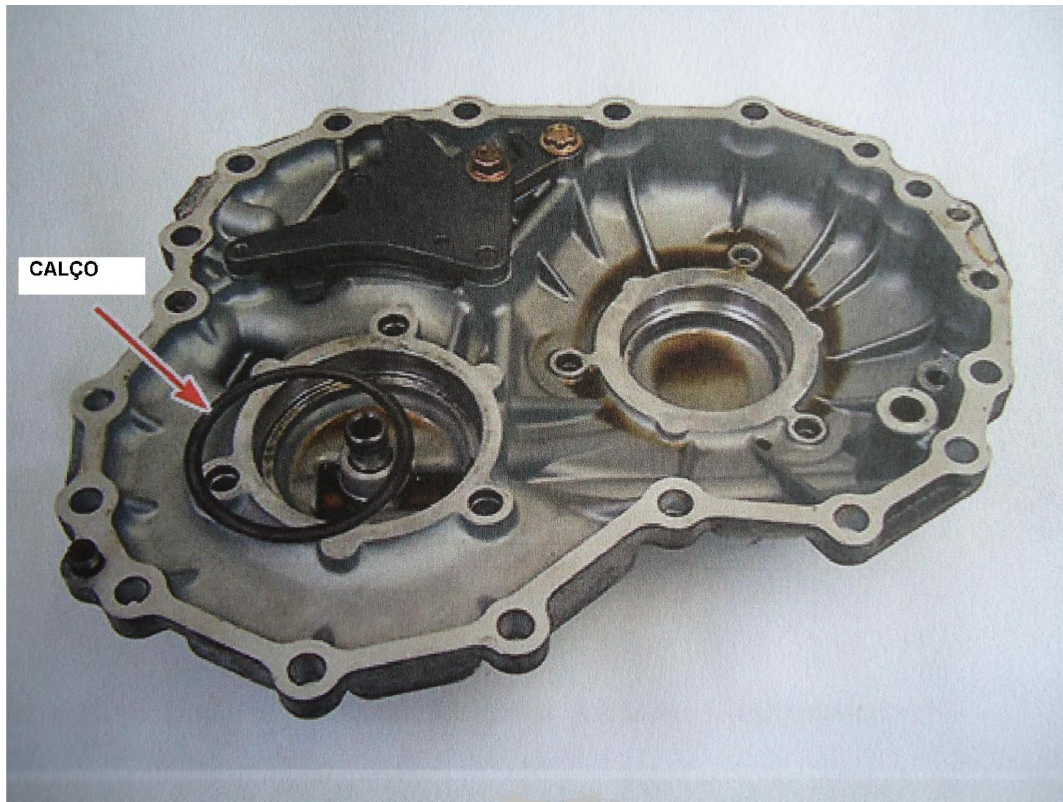

FIGURA 8
5. Agora, remova a correia por cima da polia primária e remova-a da tampa. (figuras 6 e 7). Algumas transmissões possuem calços entre a tampa traseira e o rolamento (figura 8) que devem ser separados para a reinstalação.